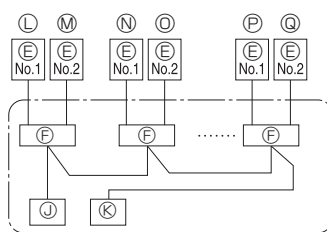

Fig. 6-2
6.1. Udendørs enhed (Fig. 6-1, Fig. 6-2)
- (1) Afmonter servicepanelet.
- (2) Før kablerne som angivet i Fig. 6-1 og Fig. 6-2.